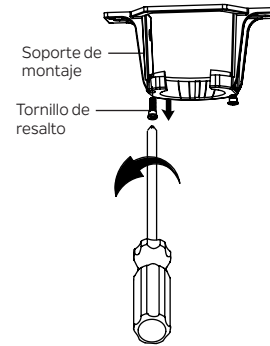

Figura 15
**Paso 1.** Quite uno de los dos tornillos de resalto en el soporte de montaje. Afloje el segundo tornillo de resalto sin quitarlo por completo. (Figura 15)